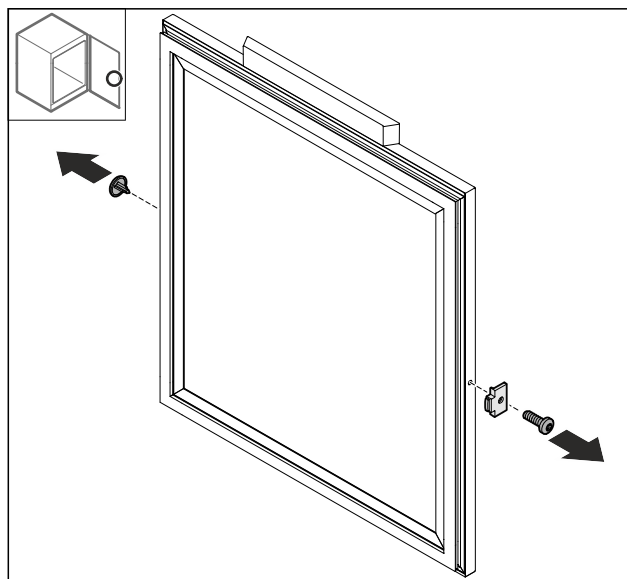

Fig. 73
- Отстранете капака Fig. 73 (1).
- Демонтирайте ограничителя на вратата Fig. 73 (2).